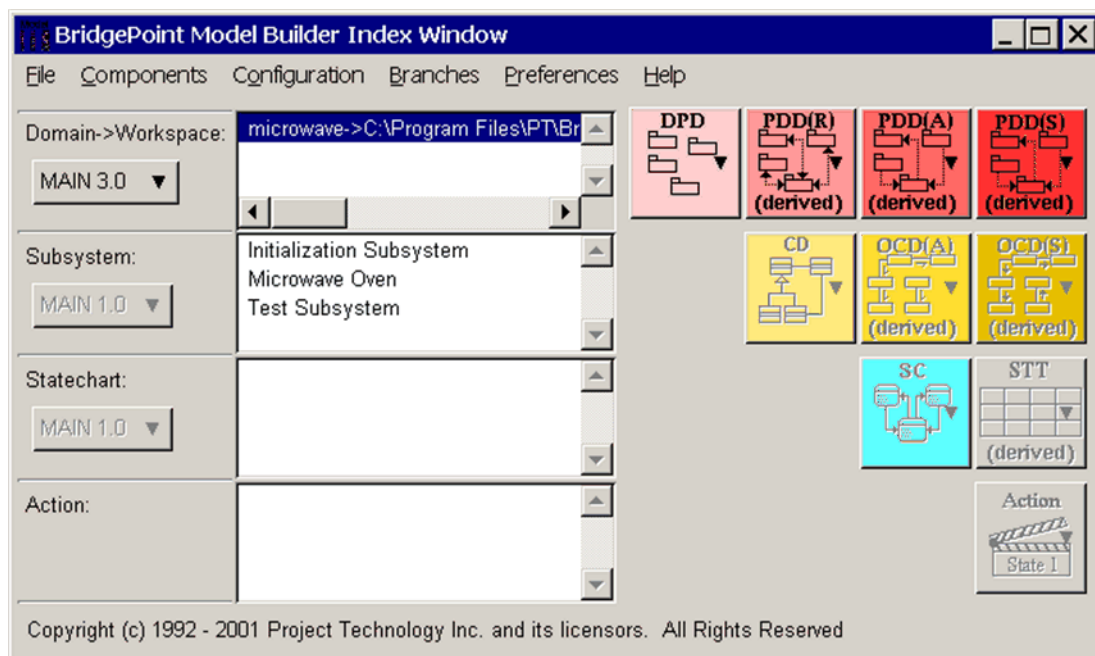

図 3-4: ドメインがロードされた状態の BridgePoint Model Builder インデックスウィンドウ
- ☐ [Create New Model Workspace] ダイアログボックスの [OK] ボタンをクリックします。図 3-4 のインデックスウィンドウが表示されます。